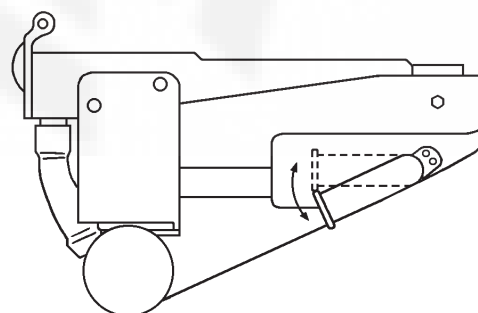

Abb. 1
- 4) Das Ablaufrohr des Wassertanks in die Ablaufposition bringen. Siehe Abb. 1.